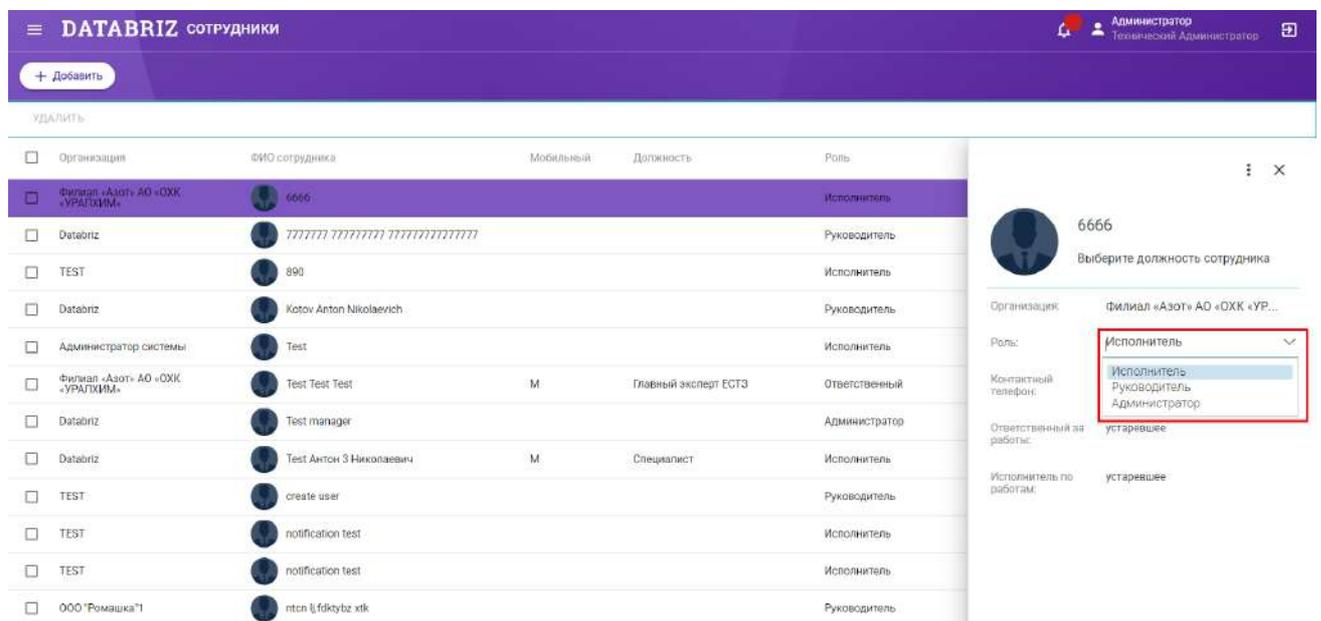

Рисунок 12 — Указание роли пользователя
5. Внесите изменения в поле «Роль», изменения сохранятся автоматически (см.рис.12).